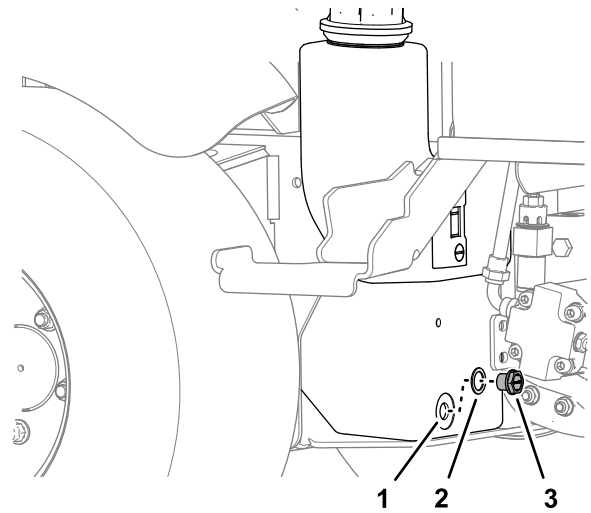

Figura 74
3. Coloque un recipiente debajo del depósito hidráulico, retire el tapón de vaciado del depósito y drene por completo el fluido hidráulico (Figura 74).